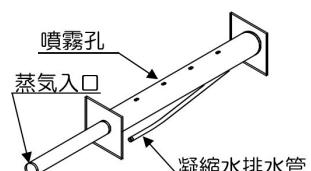

図3-18 蒸気加湿管
- ・口径の異なるステンレス製の管を内外2重に組んだ構造となっています。（図3-18 参照）